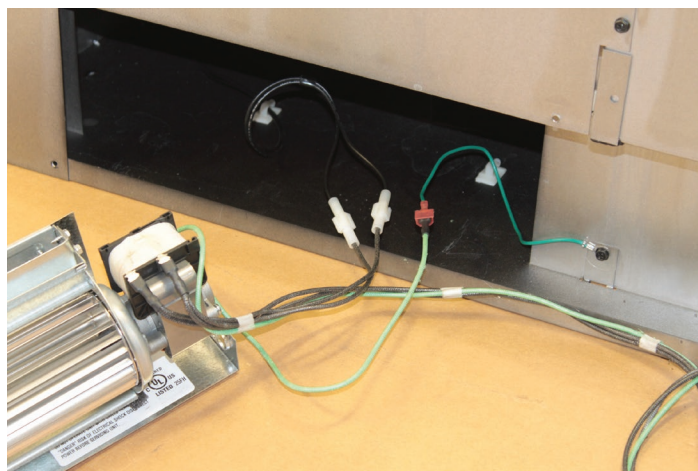

Figure 3
5. Localisez les cosses de câbles du ventilateur au bas du foyer et faites les trois connexions comme indiqué à la figure 3.